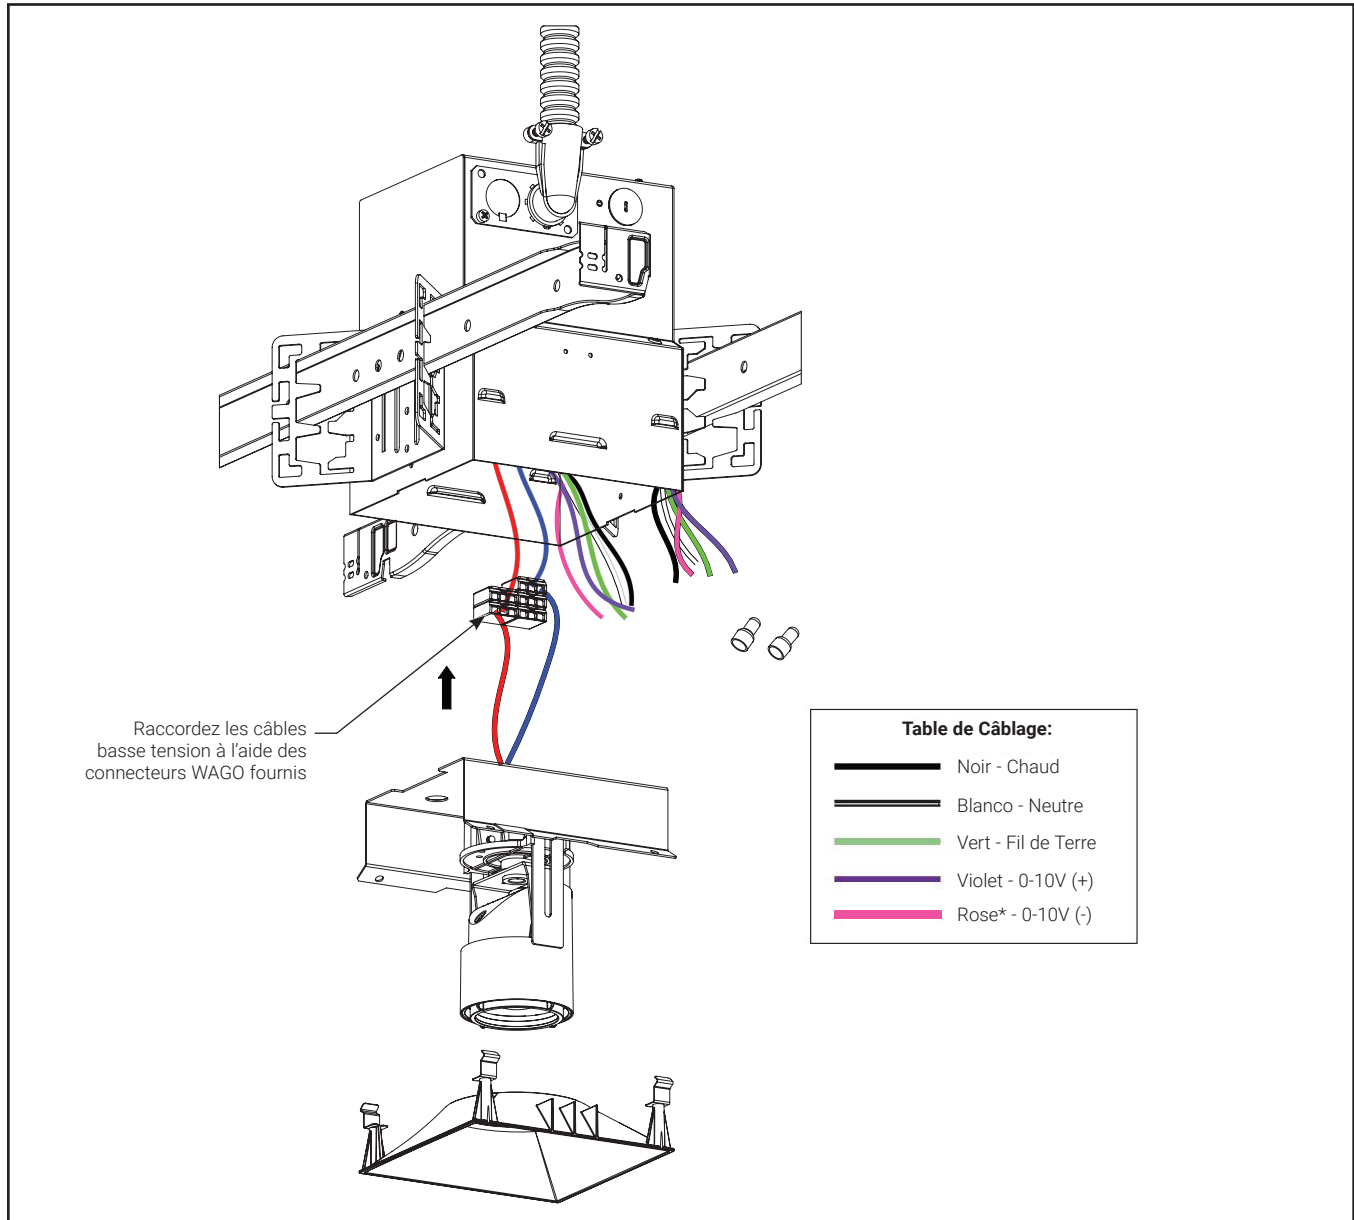

Figure 9.
5. Raccordez les fils basse tension rouge et bleu aux connecteurs Wago fournis. Raccordez les fils chargés, neutres, de mise à la terre, violets (0-10V [+]) et rose* (0-10V [-]) du côté du luminaire au côté alimentation électrique à l'aide des capuchons de connexion fournis – minimisez la longueur des fils repoussés dans le compartiment des fils, coupez et dénudez les fils sur une longueur plus courte si nécessaire. Déplacez l'assemblage de la plaque du luminaire dans le boîtier (Figure 9).